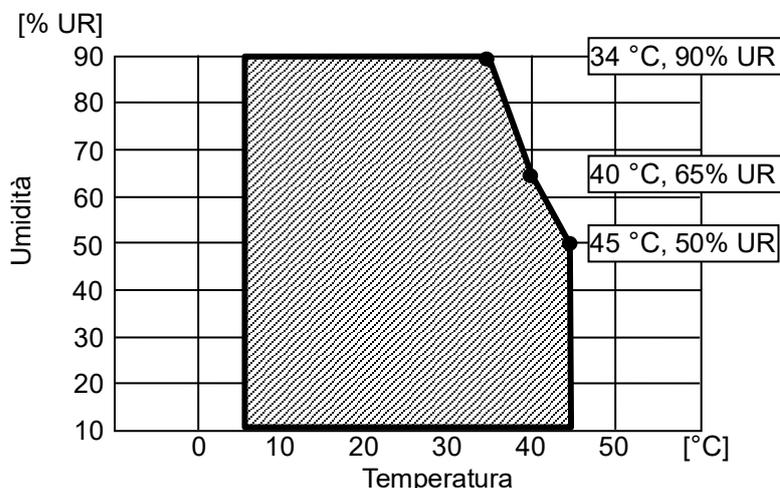

Figura 18-1 Intervallo di temperatura e umidità operative
*3: L'umidità consentita per ogni valore di temperatura rientra nell'intervallo indicato nella Figura 18-1.